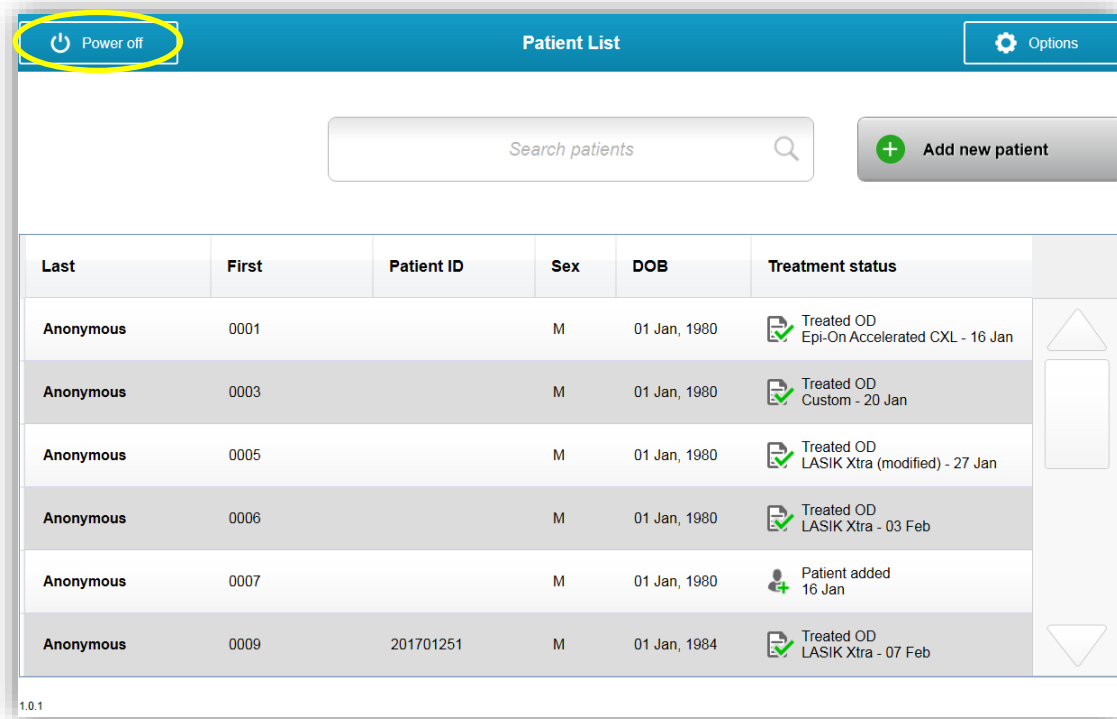

Figura 3-48. Selección “Apagar” (Power Off)
- Seleccione “Apagar” (Power Off) en la pantalla inicial “Lista de pacientes” (Patient List), tal como se muestra en la figura 3-48.